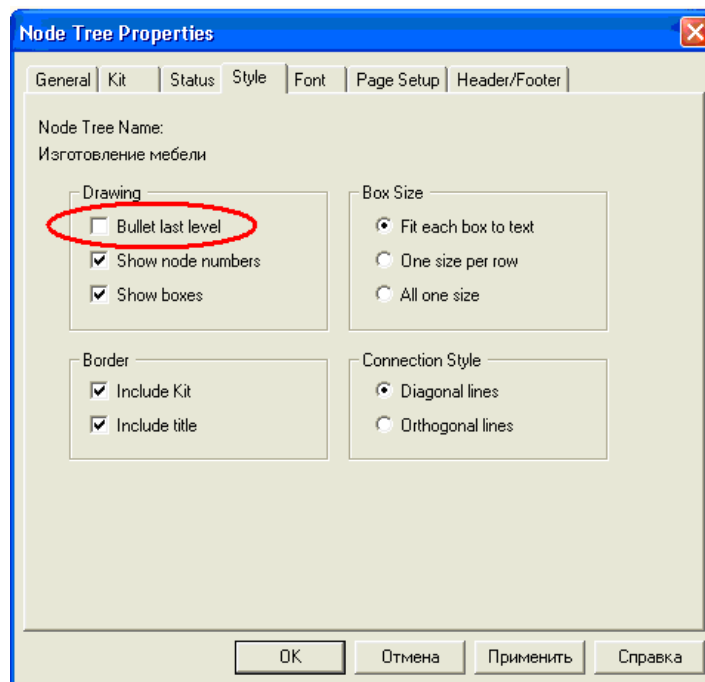

Рис. 4.7. Диалоговое окно *Node Tree Properties*
- Во вкладке **Style** диалога **Node Tree Properties** отключите опцию **Bullet Last Level** (рис. 4.7.).